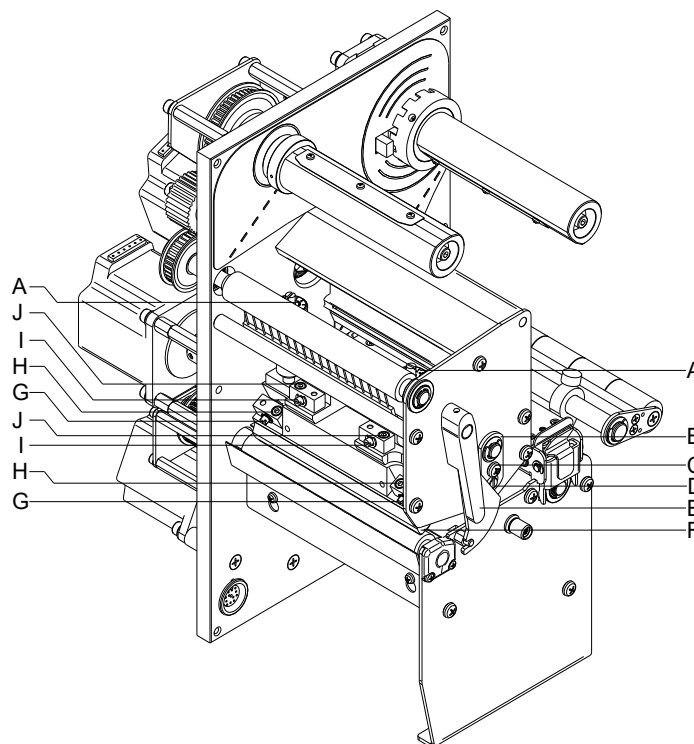

Figura 19
1. Allentare le viti (H oppure J, Figura 19) di circa $\frac{1}{4}$ di giro con una chiave per viti.
2. Impostare il parallelismo con le viti di regolazione (G oppure I, Figura 19).
4. Serrare di nuovo le viti (H oppure J, Figura 19).
Se dopo avere impostato il parallelismo la stampa non risulta uniforme sull'intera larghezza delle etichette, è possibile effettuare un'equilibratura mediante il pannello di regolazione (B, Figura 19) procedendo come segue:
1. Allentare la vite (C, Figura 19) di circa $\frac{1}{4}$ di giro.
2. Ruotare i bulloni eccentrici (D, Figura 19) per creare un'equilibratura di stampa e registrarli fino ad ottenere un'immagine di stampa uniforme.
3. Serrare di nuovo la vite (C, Figura 19).